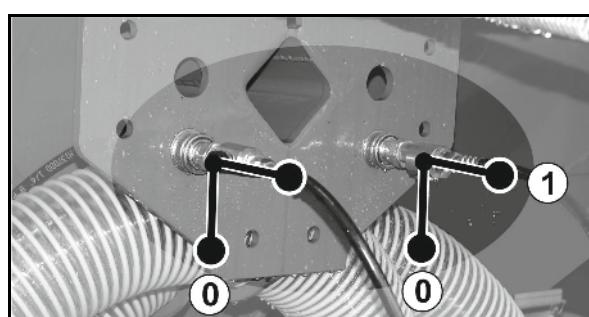

Рис. 93
- Установите шаровой кран (Рис. 93/1) в положение **B**.